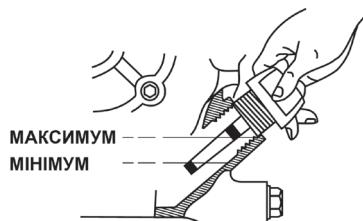

Рисунок 4. Перевірка рівня мастила в картері.
5.1.5 Перевірити рівень моторного мастила в картері двигуна за допомогою кришки-щупа, у разі необхідності долити (рис. 4).